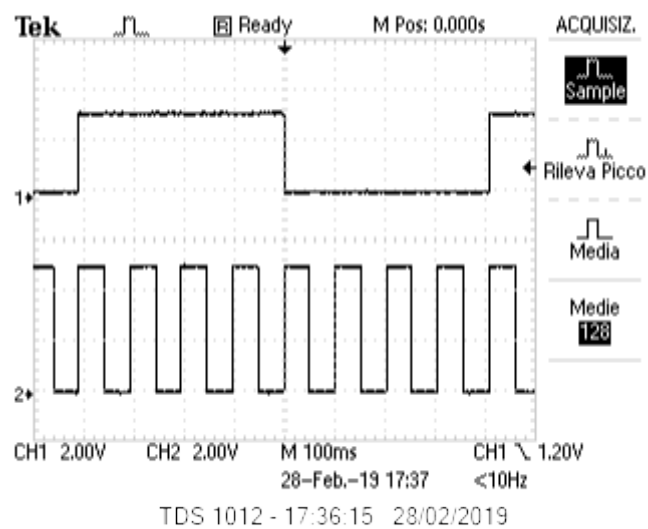

Figura 9: In basso: segnale di clock. In alto: segnale all'uscita dei D-Latch
**c.** Si è collegata l'uscita  $Q_3$  all'entrata D del primo D-Latch scollegando il DIP Switch, la frequenza di clock è stata alzata a circa 10Hz. Si osserva che partendo da un segnale D alto questo inizialmente viene propagato come nel circuito precedente, illuminando tutti i led, però quando l'ultimo led viene acceso si ha  $Q_3 = 1$  e  $!Q_3 = 0$ , quindi nel ciclo di clock successivo D è basso il che fa spegnere tutti i led. Quando l'ultimo led si spegne si ha  $Q_3 = 0$  e  $!Q_3 = 1$ , il quale porta D ad essere alto, ritornando alle condizioni iniziali. Quindi il circuito esegue il ciclo spiegato sopra continuamente fino a che gli viene fornita corrente, di conseguenza ci aspettiamo che sui piedini di uscita si presenti una frequenza  $f = 1/8f_{clock}$  come si osserva all'oscilloscopio figura 9.